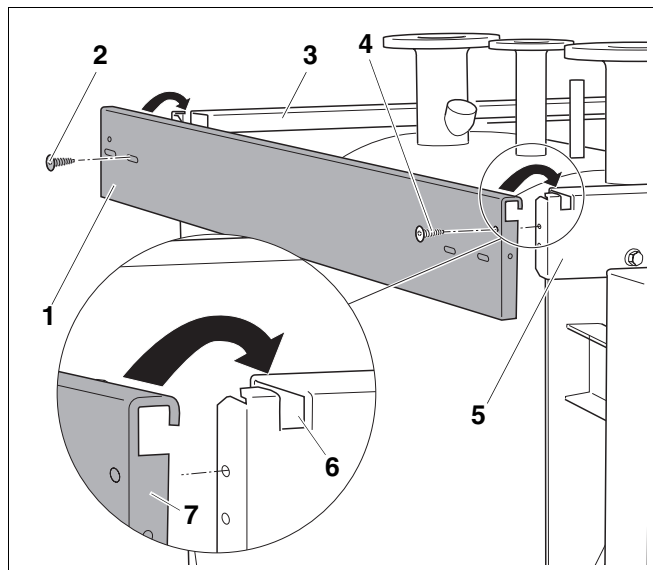

Рис. 14 Установка левой боковой траверсы
Монтаж боковых траверс приведен здесь на примере левой боковой траверсы (рис. 14, поз. 1). Монтаж правой боковой траверсы осуществляется аналогично.
Отверстие на передней отбортовке боковой траверсы (рис. 14, поз. 7) не используется, заднее отверстие служит для резьбового соединения задней и боковой стенок.
- Вставить левую боковую траверсу (рис. 14, поз. 1) в вырезы (рис. 14, поз. 6).
- Прикрутить левую боковую траверсу (рис. 14, поз. 1) через верхнее отверстие винтом (рис. 14, поз. 4) к передней траверсе (рис. 14, поз. 5).
- Левую боковую траверсу (рис. 14, поз. 1) прикрутить через переднее овальное отверстие винтом (рис. 14, поз. 2) к задней траверсе (рис. 14, поз. 3).